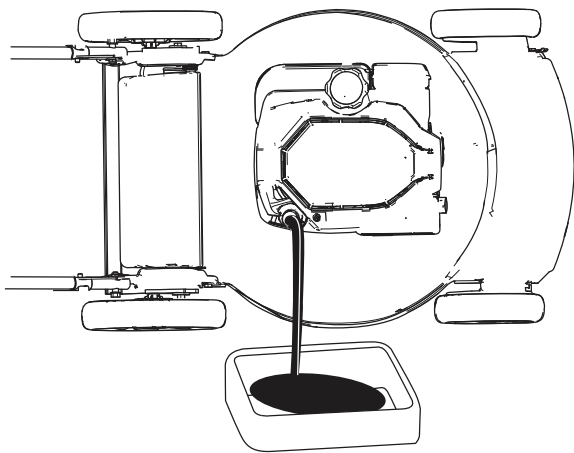

Figure 21
4. Inclinez la machine sur le côté (filtre à air en haut) pour vidanger l'huile usagée par le tube de remplissage (Figure 21).